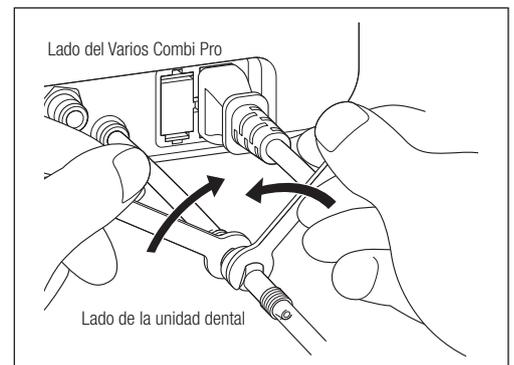

Fig. 57
- 3) Utilice las dos llaves inglesas (5x8) y gírelas tal y como se muestra en Fig. 57.